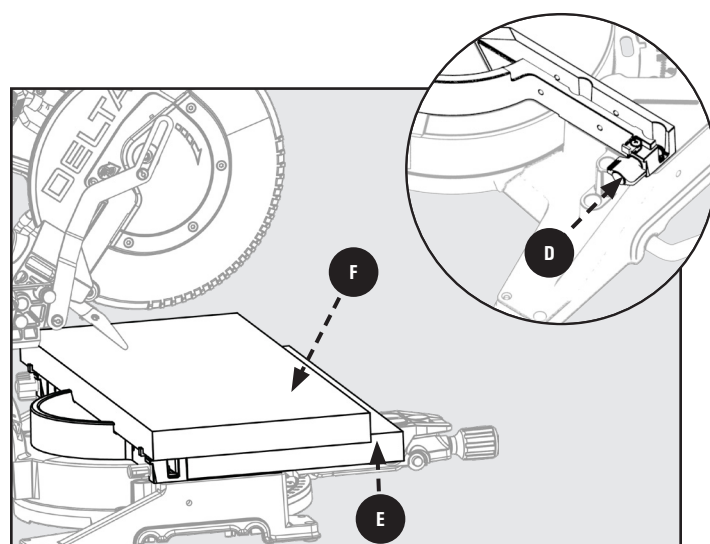

Figure 41
2. Tournez les languettes de support **D** vers leur position. Les languettes **D** se trouvent sur les côtés gauche et droit du guide inférieur (fixe). Ils agissent comme butées arrière de votre pièce. Voir Figure 41.
3. Vous devrez ajouter une planche de table auxiliaire 2 x 12 pouce (1 1/2 x 11 5/8 pouce) **E** pour soutenir votre pièce de grande capacité **E**. Voir Figure 41.